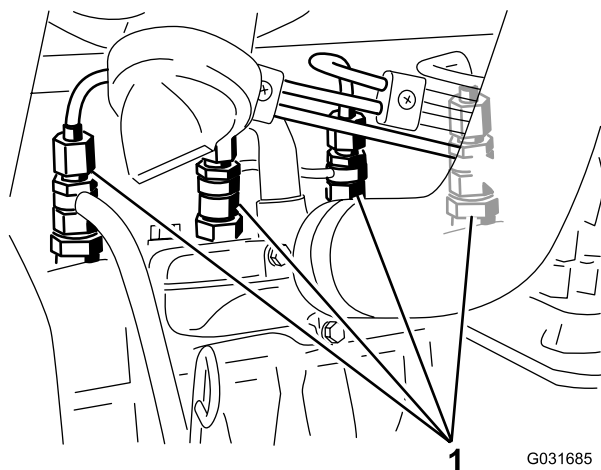

図 44
1. 燃料噴射ポンプの No.1 インジェクタノズル(図 44)へのパイプ接続部をゆるめる。